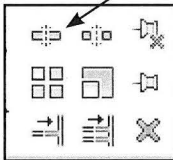

Fig. 10.51. *Split*.
- *Split* (Fig. 10.51 og Fig. 10.53) den vandrette linie.